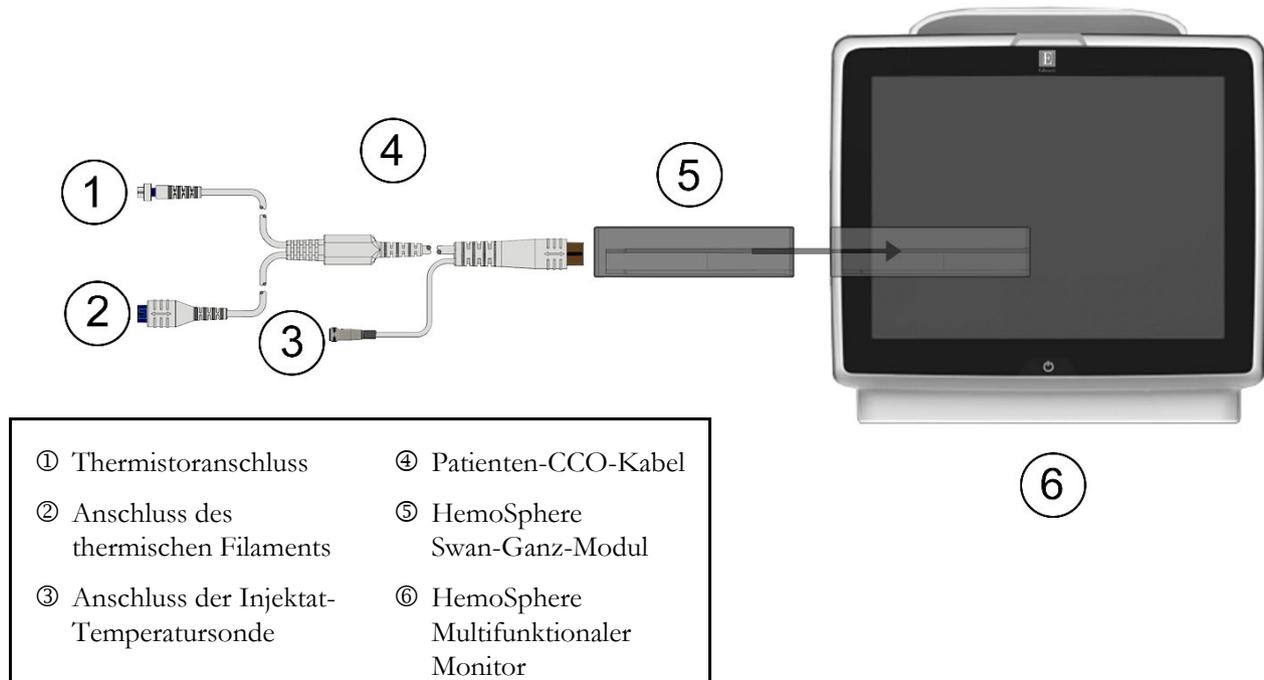

Abbildung 4-1 HemoSphere Swan-Ganz-Modul – Übersicht der Anschlüsse zur Überwachung
Eine Übersicht über die Anschlüsse zur Überwachung mit dem HemoSphere Swan-Ganz-Modul finden Sie in Abbildung 4-1.
- 11** Verbinden Sie den Thermistoranschluss ① und den Anschluss des thermischen Filaments ② des Swan-Ganz CCO-Katheters (Abbildung 4-1) mit dem Patienten-CCO-Kabel.
- 11** Verbinden Sie den Thermistoranschluss des Swan-Ganz-Katheters (①, Abbildung 4-1) mit dem Patienten-CCO-Kabel.
- 12** Schließen Sie die Injektattemperatursonde an den Anschluss für die Injektattemperatursonde ③ des Patienten-CCO-Kabels an. Der Injektatsondentyp (leitungsintegrierte Sonde oder Bad-Sonde) wird automatisch ermittelt.
- 11 Verbinden Sie den Thermistoranschluss ① und den Anschluss des thermischen Filaments ② des Swan-Ganz-Volumetriekatheters (Abbildung 4-1) mit dem Patienten-CCO-Kabel.
- ① Drucksensor-/Druckwandleranschluss
② farbliche Kennzeichnung des Drucktyps
③ Nullabgleich-Taste/Status-LED